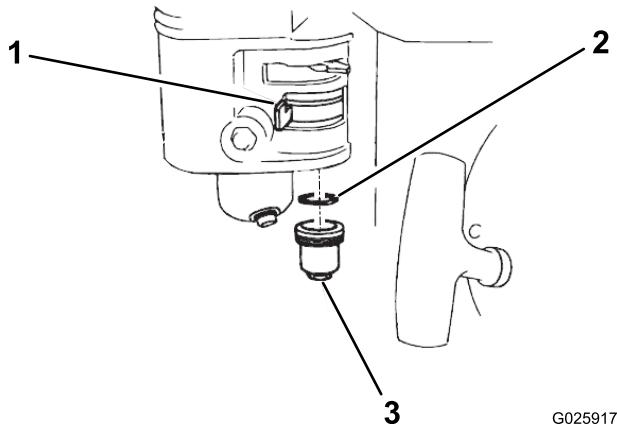

Figura 19
1. Mueva la válvula de combustible a la posición de Cerrado, luego retire la taza de sedimentos y la junta tórica (Figura 19).